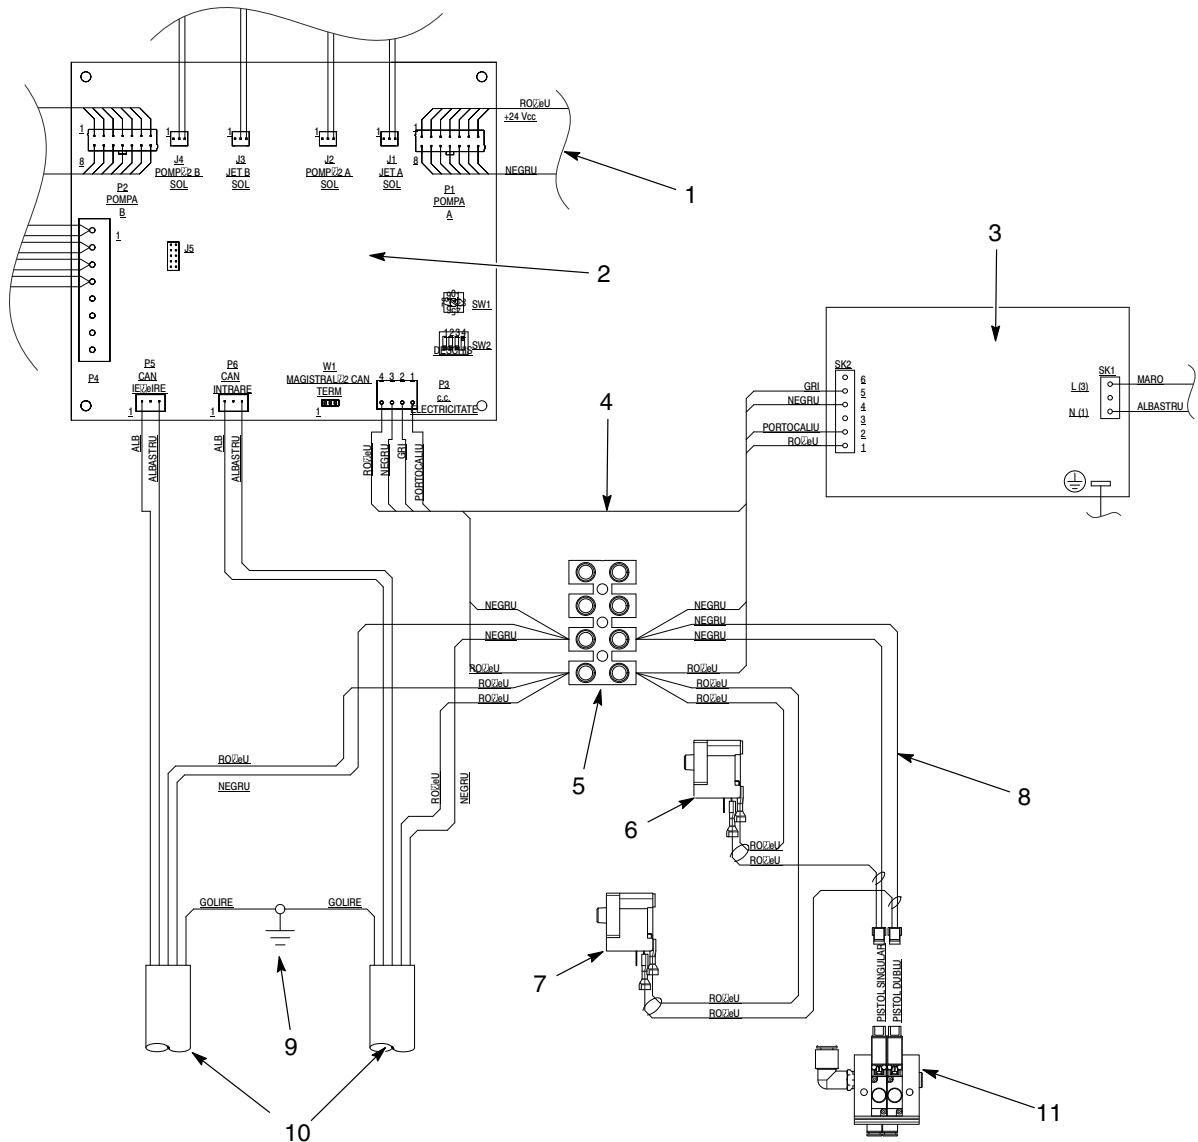

Figura 3 Schema de conexiuni (este prezentat un sistem cu două pistoale)
Vezi Figura 3 pentru ilustrarea conexiunilor electrice.
3. Montați unul sau mai multe cabluri noi, așa cum se descrie în Figura 3, elementul 10.
Vezi Figura 3, elementul 8 pentru ilustrarea conexiunilor electrice.